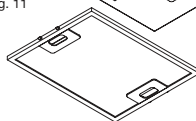

Fig. 12
- Desconecte las lámparas led del cable de conexión rápida. Ver fig. 12